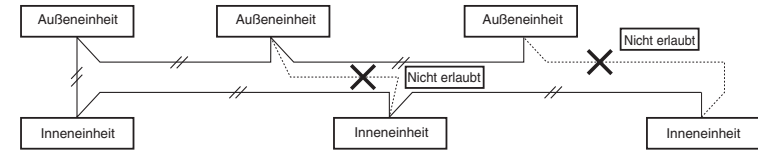

Abb. 5-1
- Die Einheiten-Steuerverbindungsverkabelung darf nicht so angeschlossen werden, dass eine Schleife gebildet wird. (Abb. 5-1)